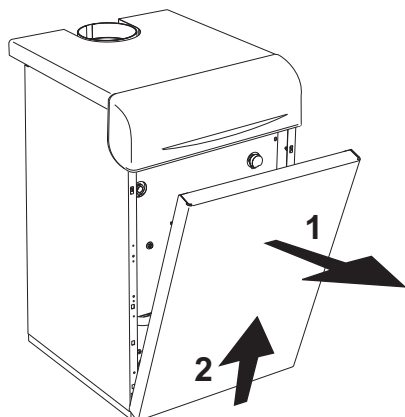

рис. 4 - Открытие лицевой панели
Для открытия передней панели котла следуйте указаниям, приведенным в рис. 4.
- Снимите лицевую панель котла (рис. 4).